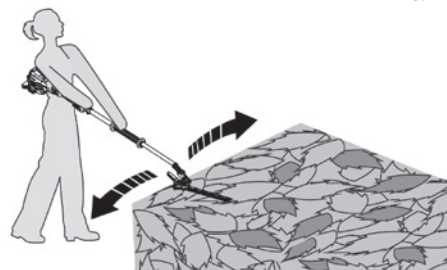

Рис. 12
- Перемещайте лезвие вправо и влево, двигаясь вдоль живой изгороди (рис. 12).